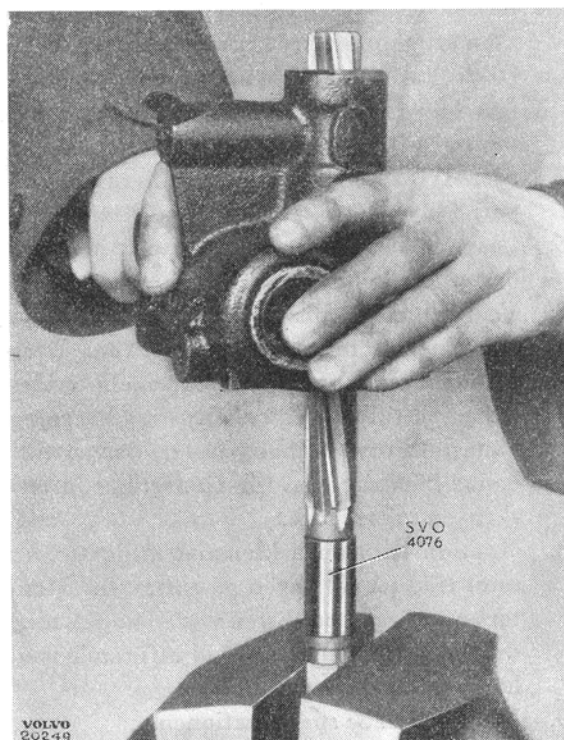

Bild 25. Brotskning av bussningar.
1. Pressa i styraxelns bussningar med dorn SVO 4075. Brotscha bussningarna med brotsch SVO 4076 (bild 25). Efter brotschningen rengöres styrnäckan från metallspån.